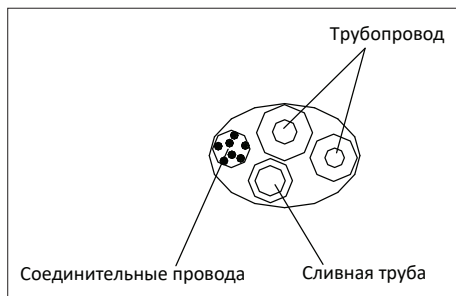
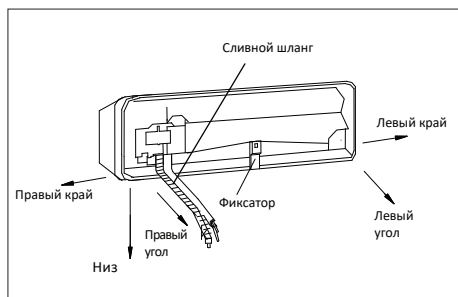

Рис. 5
Рис. 6
Вывести монтажные трубы из внутреннего блока можно с разных сторон, как показано на рис. 6. Выберите наиболее подходящую Вам сторону.
- Расположите соединительные трубы, кабель, дренажный шланг, как показано на рис. 6, а затем подсоедините дренажный шланг к сливному отверстию. Дренажный шланг расположите под наклоном (вниз). Скрепите соединительные трубы, кабели и дренажный шланг вместе виниловой лентой (рис. 5). Обеспечьте достаточное пространство между дренажной трубой и землей. Не ставьте дренажную трубу в воду или канаву.